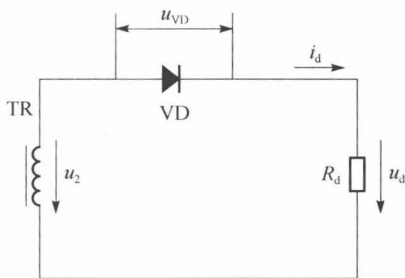

图 1-1 功率二极管测试电路
功率二极管测试电路如图 1-1 所示。 u_2 为电源电压， u_d 为负载电压， i_d 为负载电流， u_{VD} 为功率二极管阳极与阴极间电压。
1. 以图 1-1 为原理图，在 Simulink 中建立功率二极管测试电路仿真模型并进行仿真。